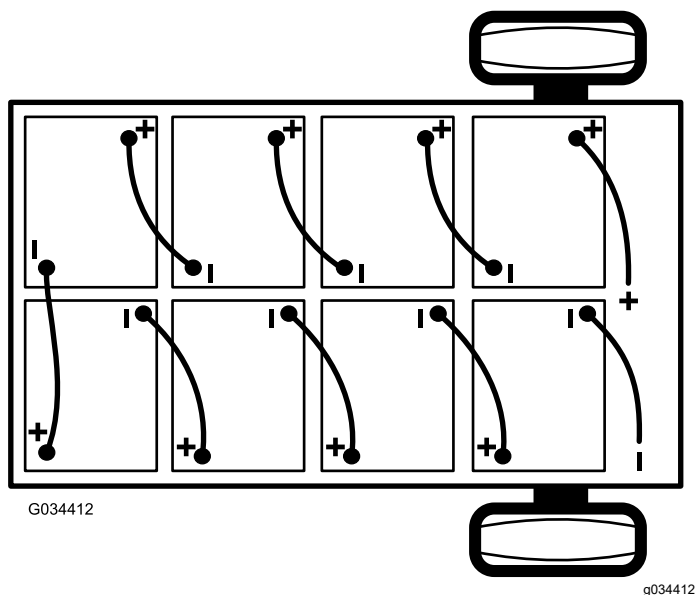

Рисунок 40
2. Отсоедините главный отрицательный кабель аккумулятора (черный), который соединяет блок аккумуляторов с точкой заземления автомобиля (Рисунок 40).
3. Отсоедините главный положительный кабель аккумулятора (красный), который соединяет блок аккумуляторов с главным контактом автомобиля (Рисунок 40).
Примечание: При установке аккумуляторов обращайте внимание на их полярность (Рисунок 40).
6. Соедините аккумуляторы между собой, как показано на Рисунок 40, с помощью промежуточных соединительных кабелей, снятых при выполнении пункта 1.
2. Подсоедините главный положительный кабель аккумулятора (красный) между блоком аккумуляторов и автомобилем (Рисунок 40).
3. Подсоедините главный отрицательный кабель аккумулятора (черный) между блоком аккумуляторов и автомобилем (Рисунок 40).